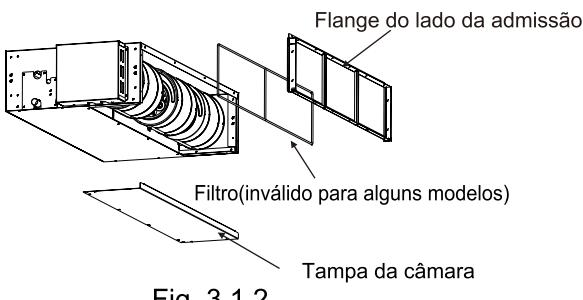
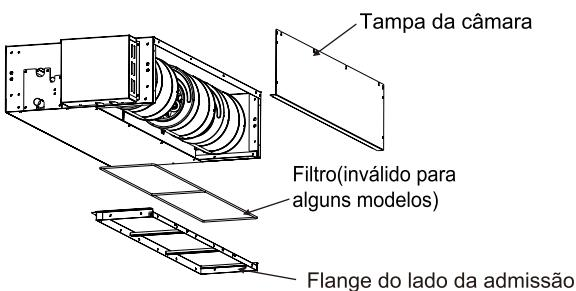

Fig. 3.1.2
Fig. 3.1.3
- (1) Remova a tampa da câmara.
- (2) Coloque novamente o filtro removido na orientação mostrada na Fig. 3.1.2, recoloque a tampa da câmara, que havia sido removida, na orientação mostrada na Fig. 3.1.3. Consulte a Fig.3.1.3 para a direção correta do filtro.